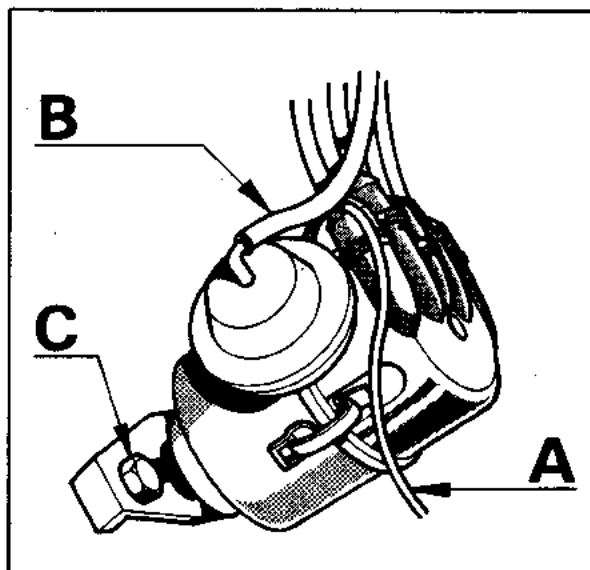

Fig. 8
- Maak de secundaire kabel en de primaire draad (A) van de bobine los (fig. 8).
- Maak de vacuümslang (B) los.
- Verwijder de bevestigingsbout (C) van het stroomverdelerklemstuk en verwijder het klemstuk vervolgens.